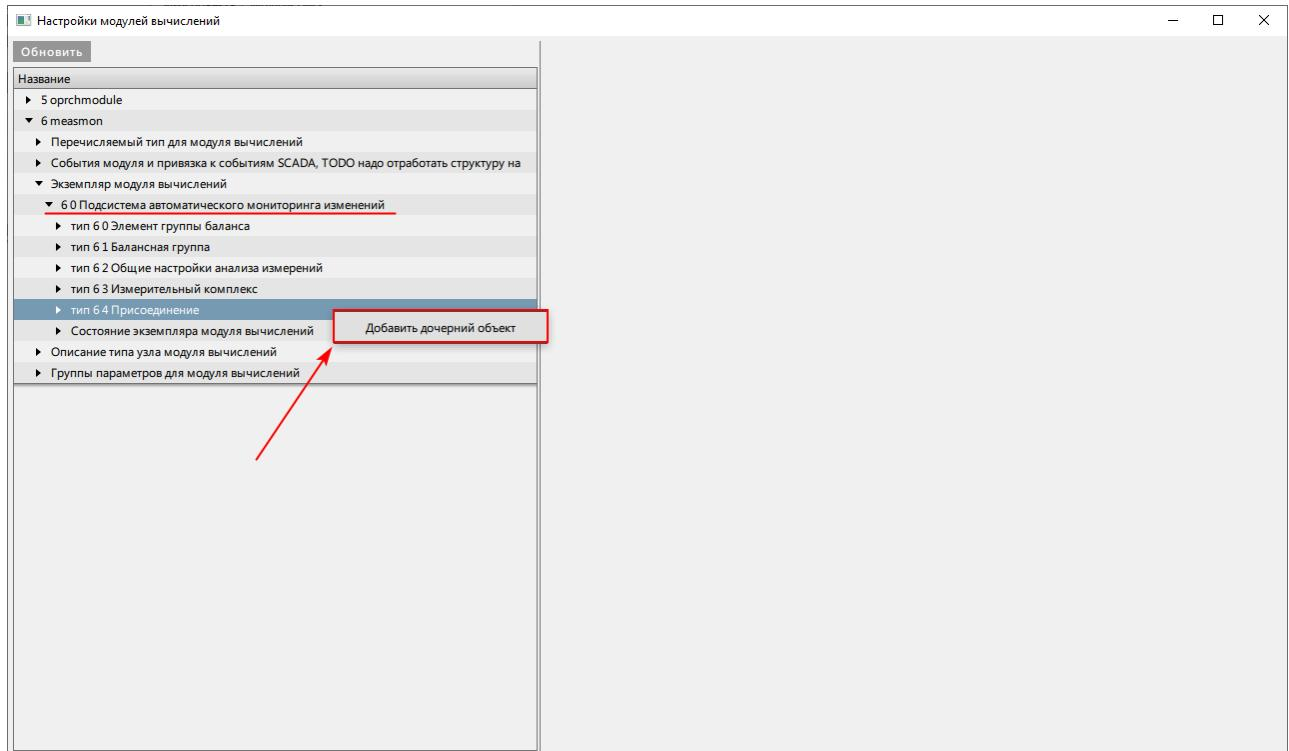

Рисунок 441 - Добавить дочерний объект
2. Нажмите ПКМ по узлу **типа 6 4 Присоединение** и выберите **Добавить дочерний объект** (Рисунок 441).